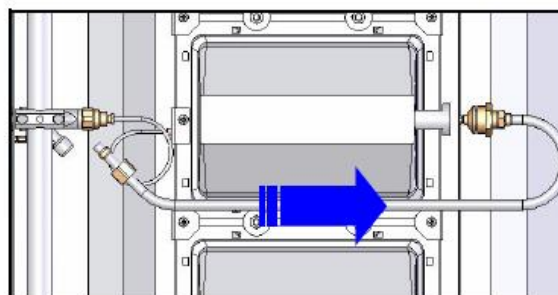

Figure 4
- Pull and Remove Gas Supply Pipe from radian gas inlet slot (Figure 4).
- Entfernen Sie den Gasversorgungsschlauch aus der Fassung des Radian Gasansaugstutzens durch herausziehen (Bild 4.).